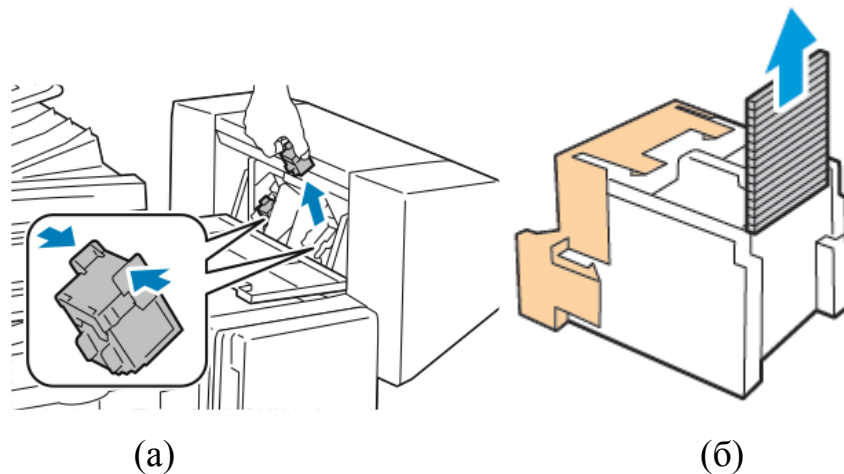

Рисунок 2.18 – Усунення застрягань у перфаторі фінішера
- якщо застрягання сталося під час степлювання, необхідно перевірити касету зі скобами. Часто причиною зупинки є саме зім'ята скоба, яка перешкоджає вільному проходженню наступних аркушів. Тримавши за виступи з обох боків касети зшивача, потрібно витягнути її з фінішера (див. рис. 2.18.а). Щоб вийняти застряглі скріпки, слід потягнути їх у вказаному напрямку. (див. рис. 2.18.б)